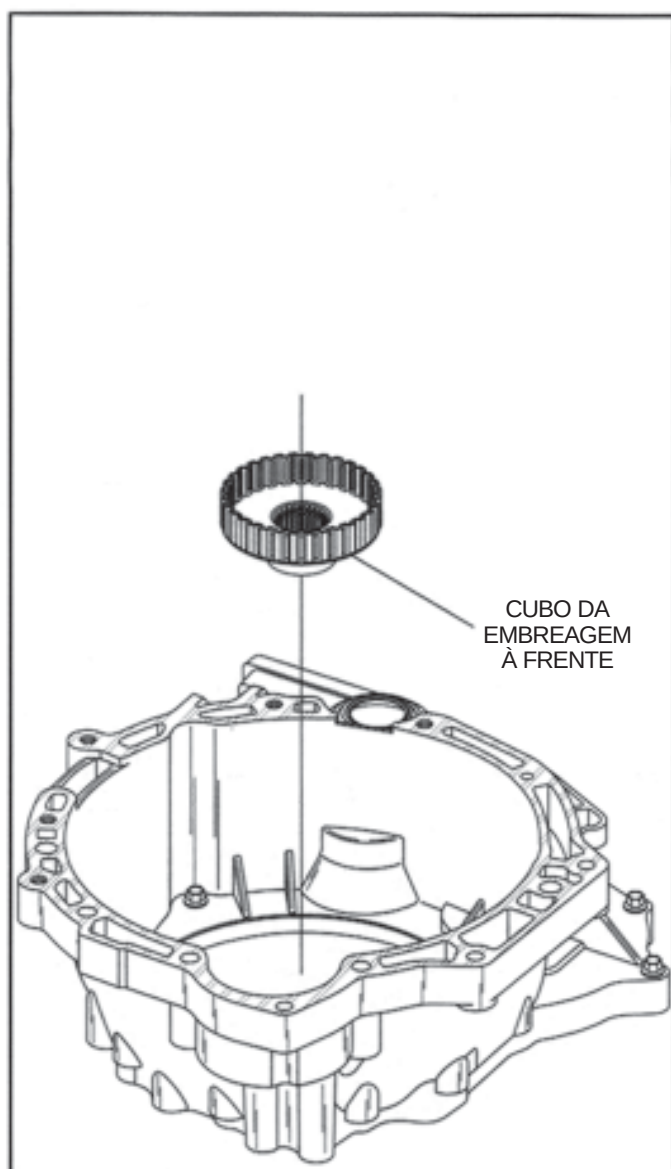

Figura 184
64. Gire a transmissão 180° de forma que o alojamento do sino fique voltado para cima, conforme ilustrado na Figura 184.
65. Instale o cubo da embreagem à frente, conforme ilustrado na Figura 184, encaixando-o primeiro nas ranhuras e depois com leves batidas empurre-o para baixo sobre o anel trava.